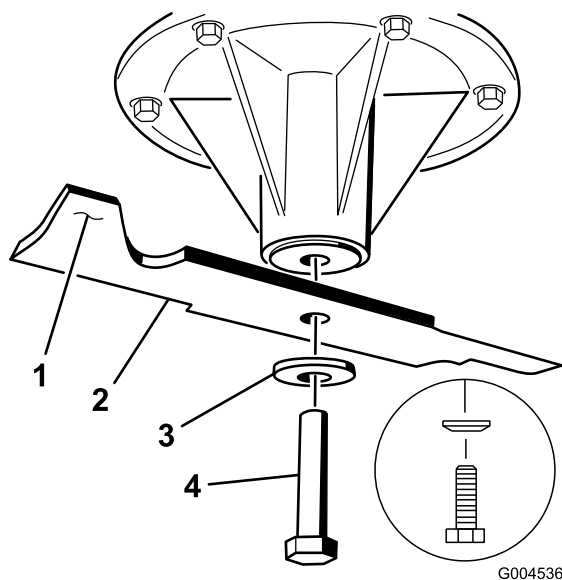

Figure 90
2. Enlevez de l'axe, le boulon, la rondelle bombée et la lame (Figure 90).